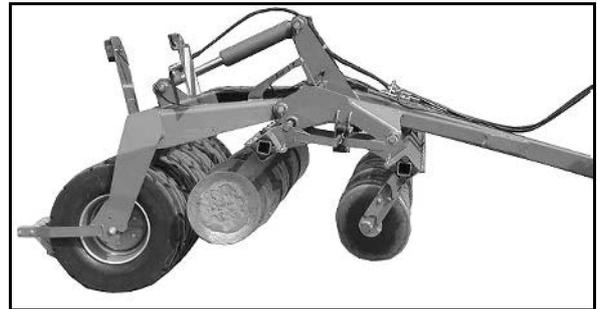

Fig. 26
- Beide Scheibenreihen komplett ausheben (Fig. 26).